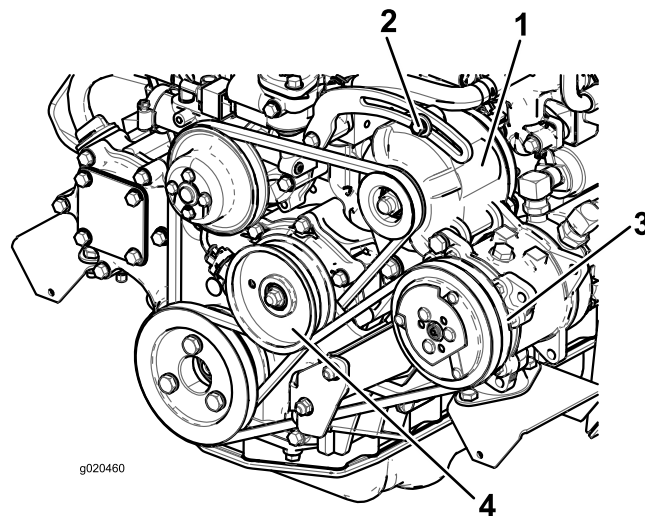

Figura 72
Se la flessione non è di 10 mm, allentate i bulloni di fissaggio dell'alternatore (Figura 72).
Controllate lo stato e la tensione della cinghia (Figura 72) ogni 100 ore di servizio.
2. Se la flessione non è di 10 mm, allentate il bullone di fissaggio della puleggia tendicinghia (Figura 72). Aumentate o riducete la tensione della cinghia del compressore e serrate il bullone. Controllate di nuovo l'inflessione della cinghia per accertare che sia esatta.